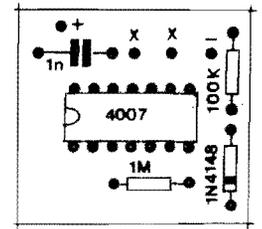

FIG. 4
- **FIG. 4 - "CHAPEADO" DA MONTAGEM** - Agora vemos a plaquinha pelo outro lado, aquele *sem cobre*, onde